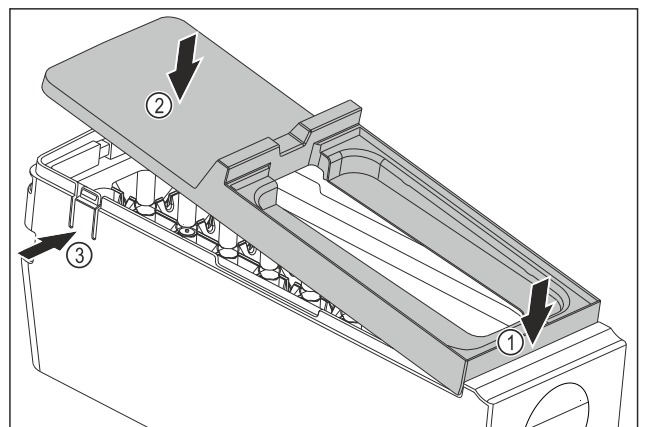

Fig. 133
- ▶ Monter le couvercle du corps de l'EasyTwist-Ice : Placer le couvercle à l'avant Fig. 133 (1)
- ▶ Abaisser le couvercle à l'arrière Fig. 133 (2)
- ▷ L'enclenchement du couvercle dans les deux languettes Fig. 133 (3) se fait entendre.